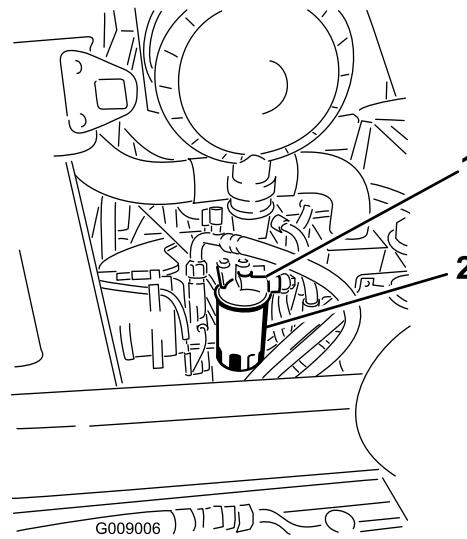

Figura 65
1. Limpie la zona alrededor del cabezal del filtro de combustible (Figura 65).
2. Retire el filtro y límpie la superficie de montaje del cabezal del filtro (Figura 65).